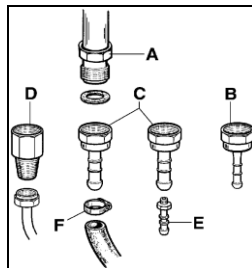

Fig.3
- Draai de inspuitsers los met een sleutel (7 mm.) en vervang ze door de juiste inspuitsers voor het type gas (fig 3.). Zie ook table op blz. 8.